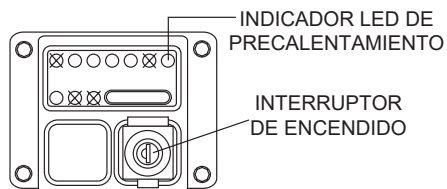

Figura 19. Interruptor de encendido
2. Inserte la llave de contacto en el interruptor del mismo (Figura 19). Gire la llave de contacto un clic hacia la derecha a la posición de **ENCENDIDO**. Se iluminará la luz indicadora de precalentamiento. Espere a que se **APAGUE** esta luz. Cuando se **APAGA** esta luz, las bujías incandescentes se han precalentado y se puede arrancar el motor.